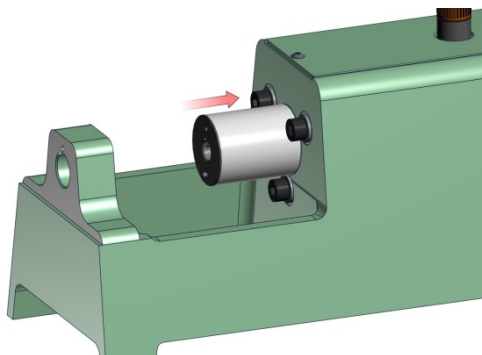

Figura 6.3.4
8. Insira o pistão hidráulico (sem inclinar) até ficar na extremidade à direita. Consulte a Figura 6.3.4. em baixo.